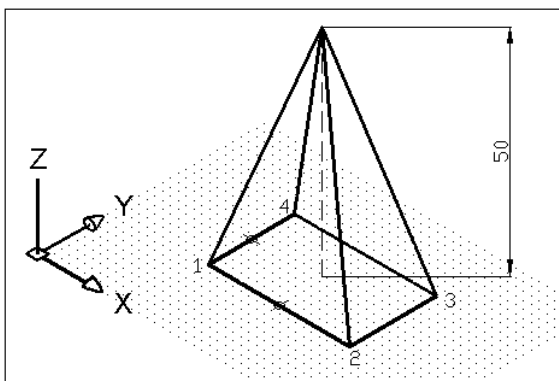

Рис. 1.4. Построение пирамиды из отрезков
Построение пирамиды из отрезков (рис. 1.4).
3. На запрос в командной строке `of` указать привязкой середину отрезка 1-4 (информацию о работе с привязками см. в *алгоритме 1.13* и *1.14*) (рис. 1.4).